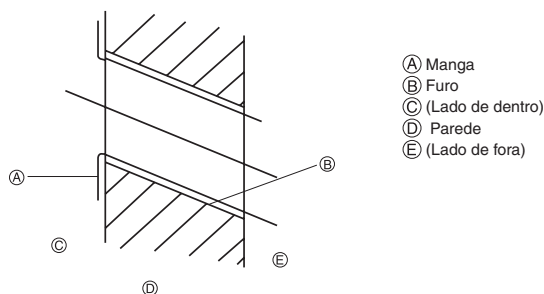

Fig. 3-2
3.1.2. Perfuração do furo para a tubagem (Fig. 3-2)